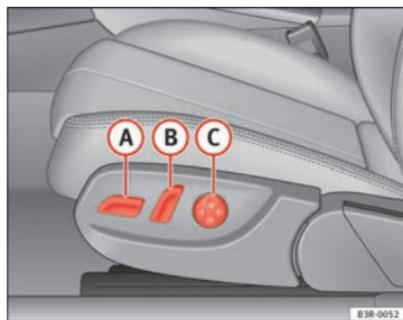
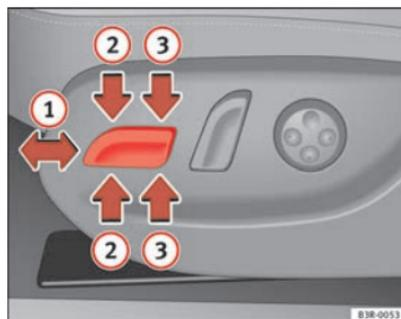

Fig. 106 Sedile anteriore
Fig. 107 Sedile anteriore
- Spingere l'interruttore (A) ⇒ fig. 106) in avanti o indietro (1) ⇒ fig. 107 ⇒ ⚠.